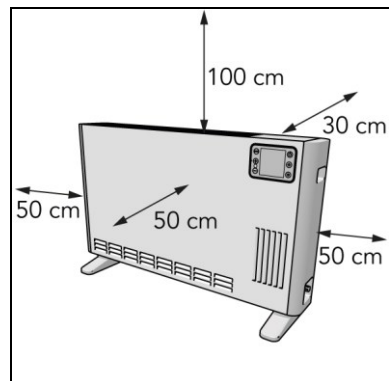

Abbildung 10
5. Platzieren Sie das Gerät mit einem Mindestabstand (Abbildung 10) von: